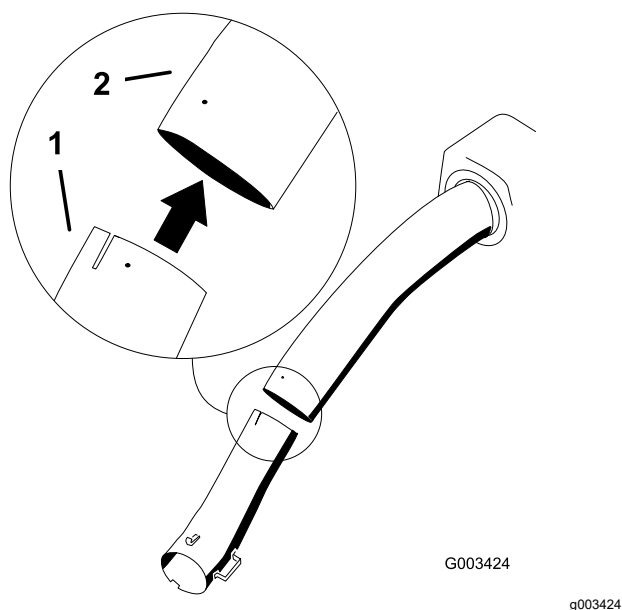

Figura 26
8. Instale o tubo inferior no tubo superior (Figura 26).